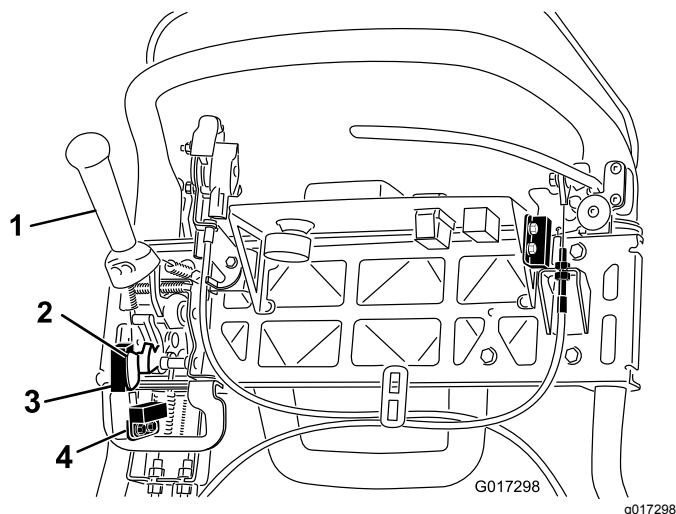

Figure 44
- Desserrez les fixations du contacteur de sécurité (Figure 44).
- Placez une cale de 1,6 mm d'épaisseur entre le levier de commande de déplacement et le contacteur de sécurité (Figure 44).
- Desserrez les fixations du capteur de tonte (Figure 44).
- Placez une cale de 1,6 mm d'épaisseur entre l'indicateur de capteur de tonte et le capteur de tonte (Figure 44).